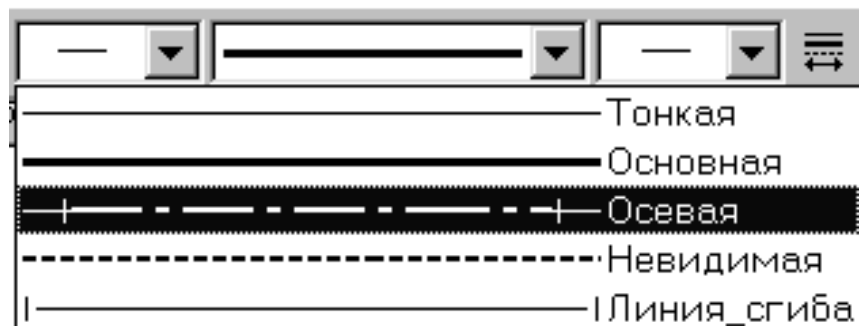

Рис. 1.5. Окно «Выбора типа линий»
2) Используя кнопку, расположенную на **Системной панели**, откройте окно основных типов линий (рис. 1.5), выберите тип «**Осевая**»; согласно чертежу, проведите осевую линию длиной примерно 20 мм, контролируя длину по «**Дополнительной координате**» в «**Строке состояния**» (второй вариант – на инструментальной панели нажать на кнопку «Показать/Спрятать окно свойств» и указать в строке для L 20);